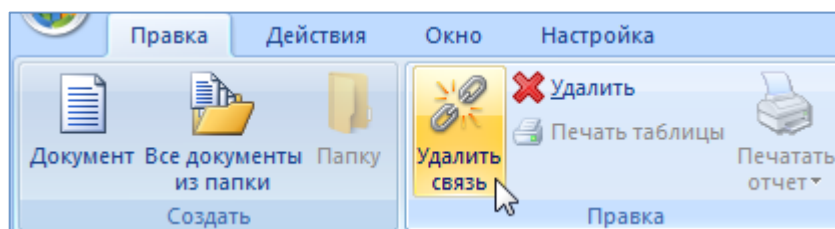

Рис. 13-375 – Вкладка «Правка»
6) Нажать кнопку «Удалить связь» панели «Правка» (рис. 13-375).